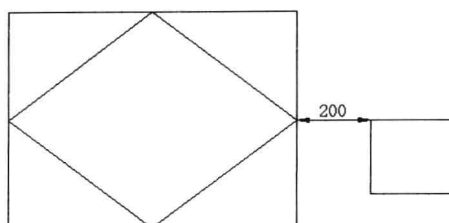

图 2-4-12
(3) 在命令行中输入“200”，可以在这条水平虚线距离临时获取点上确定矩形第一个角点的位置，单击另一点，矩形绘制完成，如图 2-4-12 所示。